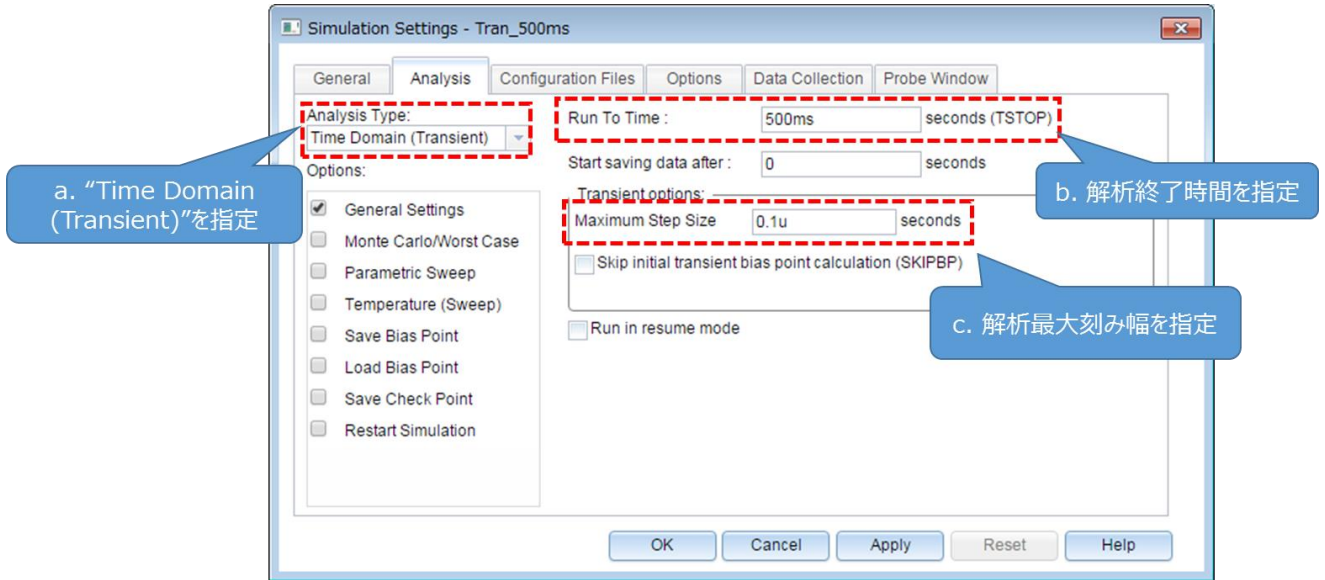

図 5.3 「Simulation Settings」-「Analysis」画面
- (2) 1.の手順後、図 5.3 に示す「Simulation Settings」ウインドウが表示され、各種解析設定が可能になります。まずは「Analysis」タブにて解析方法の設定を行います。「Analysis Type」は「Time Domain (Transient)」を指定してください。「Run To Time」で解析終了時間を指定し、「Maximum Step Size」にて解析における最大刻み幅を指定してください。